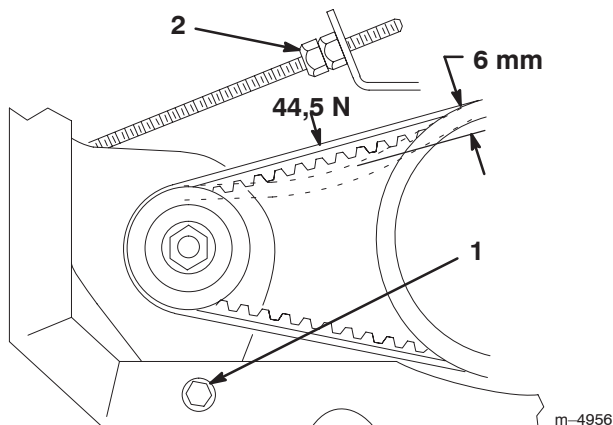

Bild 37
2. Lockern Sie die Mutter an der Drehschraube (Bild 37).
3. Stellen Sie die Klemmmutter am Startergestänge (Bild 37) so weit ein, dass sich der Riemen beim Ansetzen einer Kraft von 44,5 N 6 mm durchbiegen lässt.
4. Ziehen Sie die Mutter an der Drehschraube fest (Bild 37).